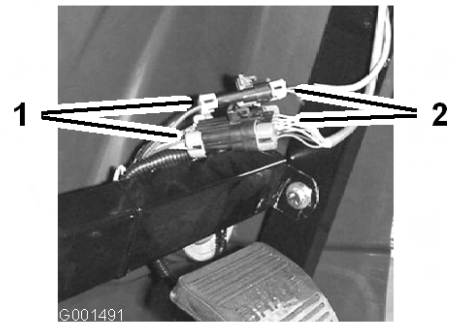

図 7
7. スプレープロの電気コードのコネクタを、ダッシュボード下にあるコネクタに接続する(図7)。